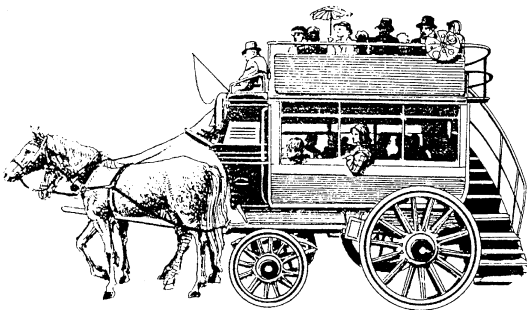

图 1-1 欧洲 18 世纪的双层马车
(1) 古代人力车、畜力车。在远古时代,人们通过驯服牛、马来进行运输和提供交通用具,同时,人们又创造了各种各样的人力车、畜力车等。图 1-1 为汽车诞生前欧洲 18 世纪的双层马车。但这些都只是完全借助自然的力量作为驱动力,包括后来在实践中创造的风力车、发条车等,都未能从根本上解决人们对便利、高效的运输工具的需求。